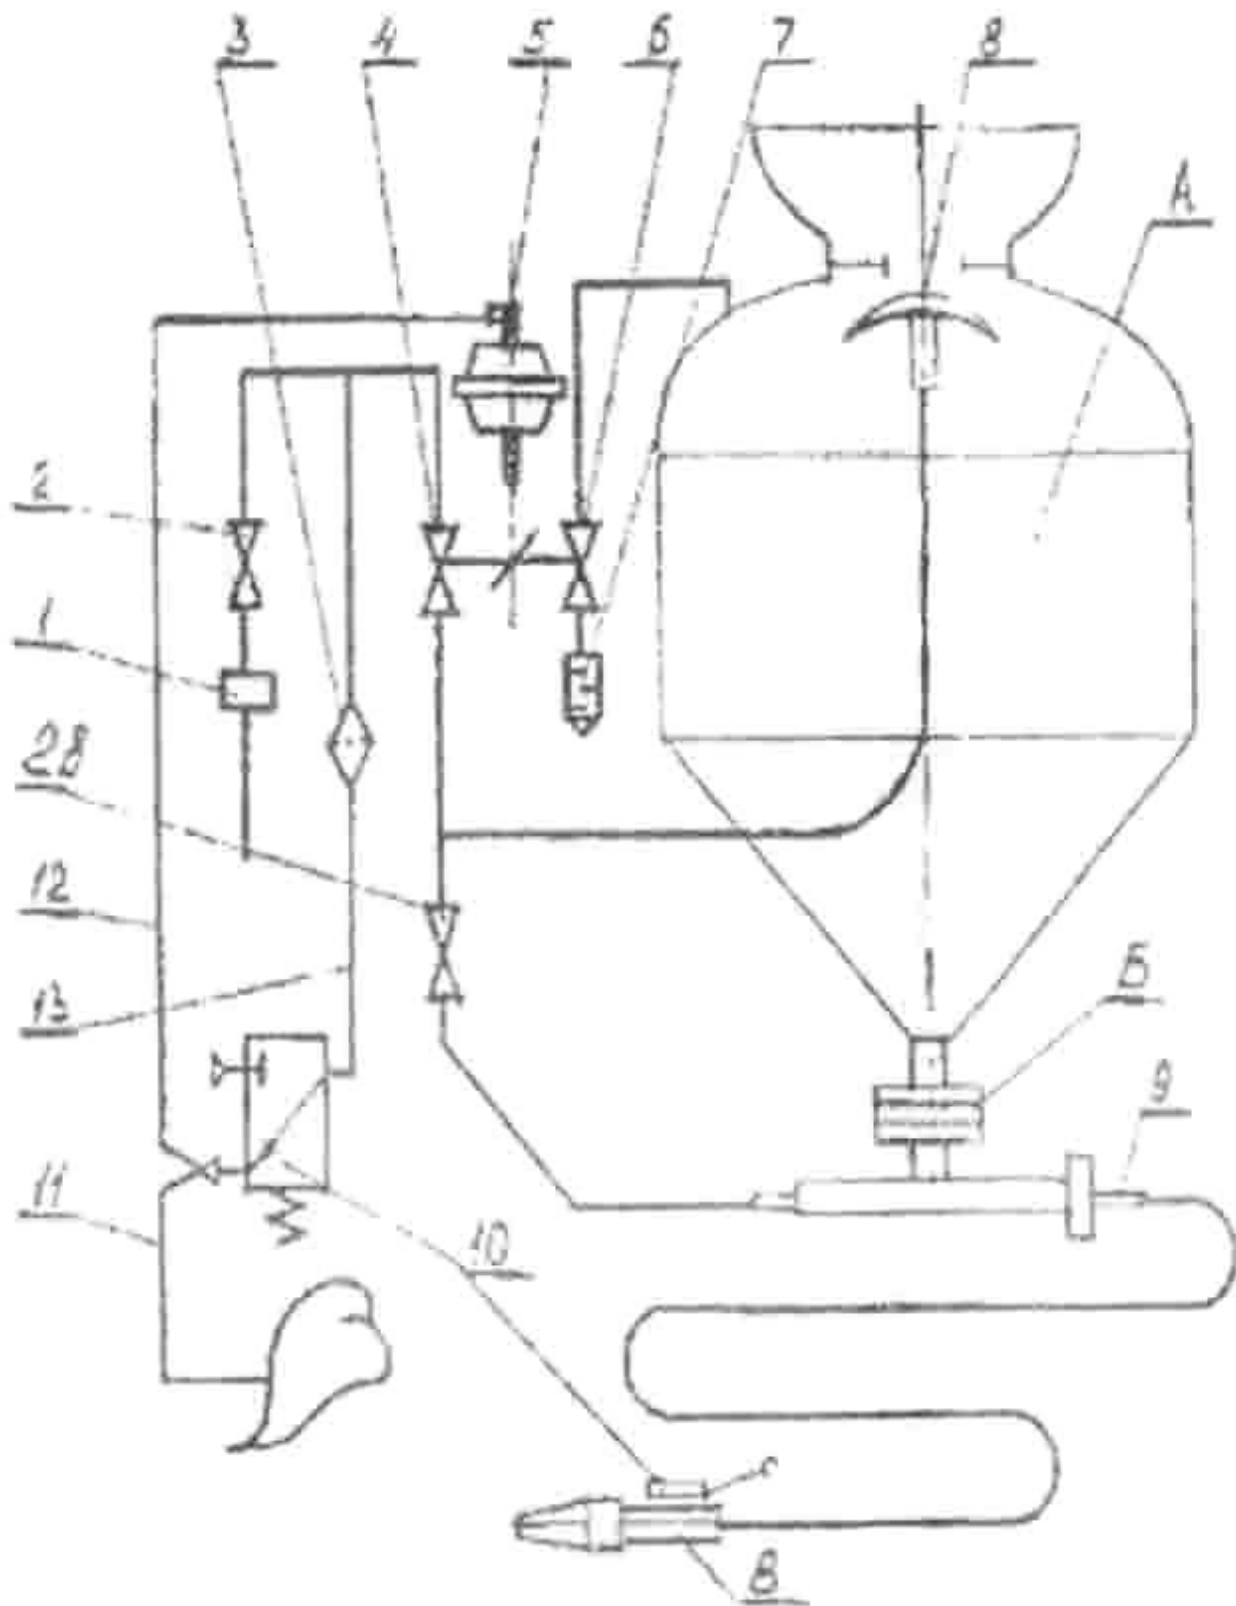

Рис. 3 Аппарат струйной очистки АСО-150.00.00.000 Схема пневматическая
4.7 Схема пневмоэлементов аппарата представлена на рис.3 и включает:
4.7.6 Канал управления пневмоклапаном 10 (Рис.3) осуществляется подачей сжатого воздуха по рукавам 12, 13.
4.7.7 Канал подачи воздуха для дыхания в шлем-маску оператора (Рис.3) осуществляется через фильтр очистки 3, рукав 13 в пневмоклапан 10. Подача воздуха происходит по рукаву 11 при работе агрегата, т.е. при включенном пневмоклапане 10.
4.8 Детали и элементы, применяемые в пневмосистеме аппарата, последовательность их размещения в схеме показаны на пневмосхеме (Рис.3).
6.7.4 Произвести подсоединение рукавов управления 12 и 13 согласно рис. 3.